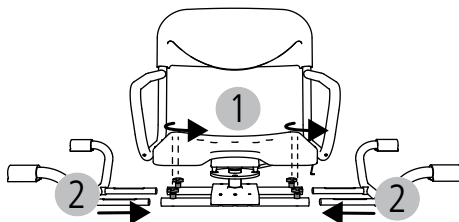

Abb. 2
2. Zur Montage der Seitenauflagen lösen Sie die Sterngriffschrauben, je Seite 2 Stk. (Abb. 2, 1). Sie können jetzt die Seitenauflagen in die Aufnahmerohre schieben (Abb. 2, 2).